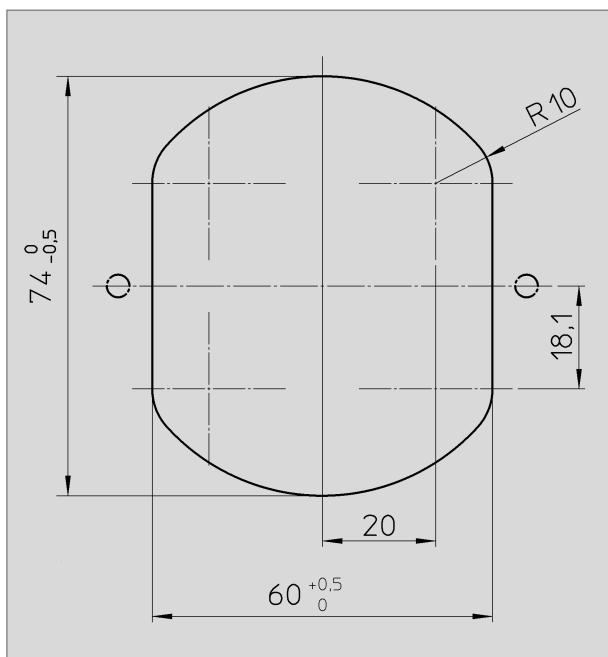

Fig. 13
Montez le panneau de commande et contrôle des toilettes CT 4xxx au mur, à un endroit bien accessible. Découpez avant une découpe dans le mur (Fig. 13). Pour faire cette découpe dans le mur, utilisez le **Gabarit (4) à échelle** (voir Para. 5.3.2)